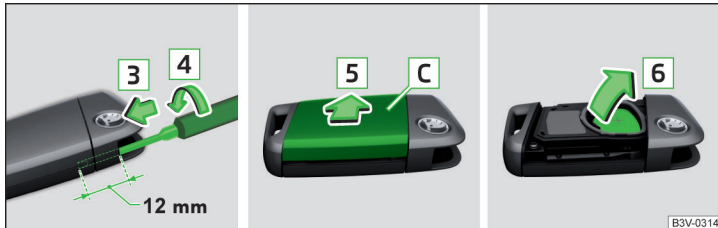

Abb. 342 Abdeckung lösen / Batterie herausnehmen
- › Einen schmalen Schlitzschraubendreher (3 mm breit) ungefähr 12 mm in die entstandene Öffnung in Pfeilrichtung **3** einschieben » Abb. 342.